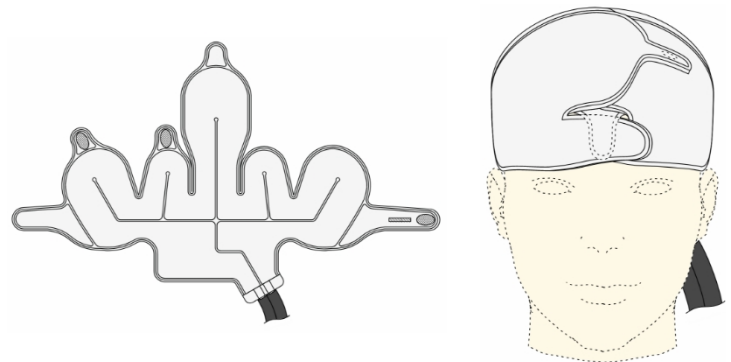

Figura 3. Funda de enfriamiento
La Funda de enfriamiento (patente pendiente, Figura 3) está diseñada para envolverse alrededor de la cabeza del paciente a fin de crear un ajuste a la medida para cada paciente.
- La Funda de enfriamiento está fabricada para que circule el refrigerante a una temperatura controlada a través de los canales en el gorro (Figura 3).